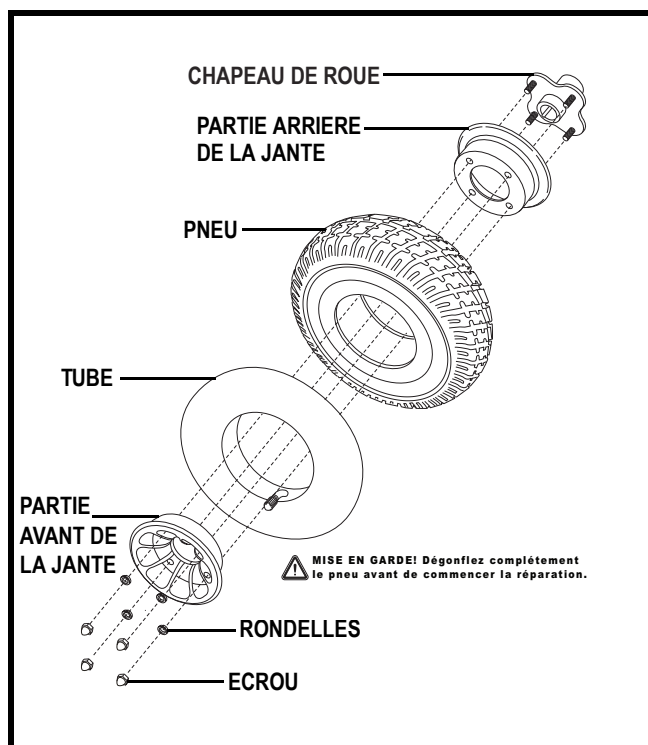

Figure 26. Roue motrice démontée
6. Retirez les écrous et rondelles afin de séparer les moitiés de jante. See figure 26.